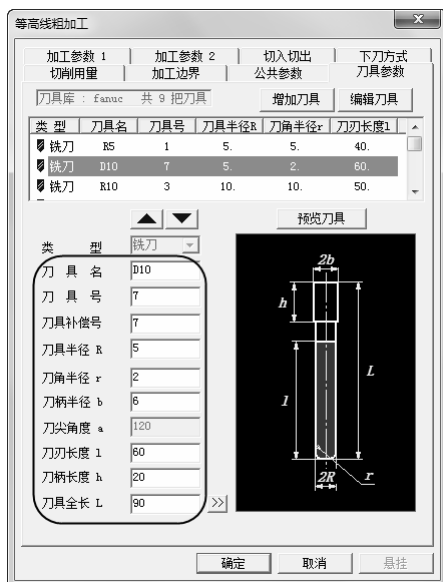

图 5-47 “刀具参数”选项卡
8) 单击“刀具参数”选项卡，选择刀具名称为“D10, r2”，D 代表刀具直径，r 代表刀角半径的平底刀。具体“刀具参数”参数数值如图 5-47 所示。